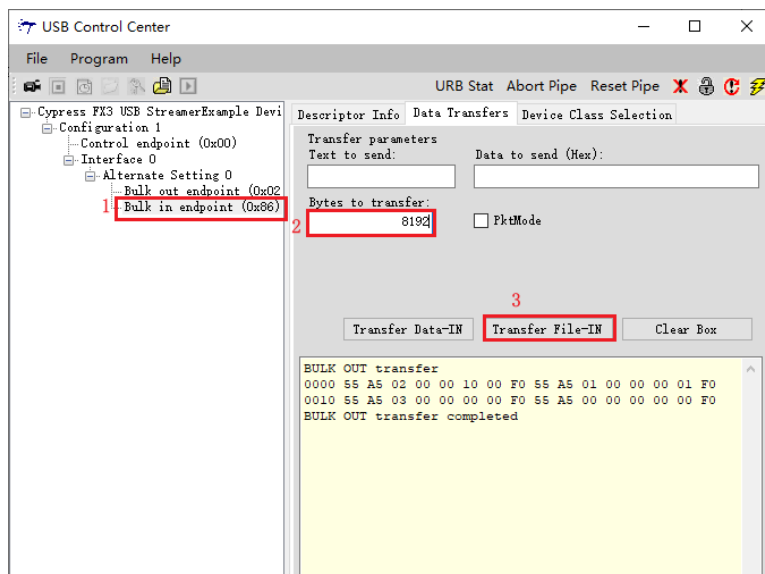

图 1-26 数据接收界面设置
7. 点击“Transfer File-IN”将采集到的数据以文件的形式保存，操作如下图 1-26 所示。